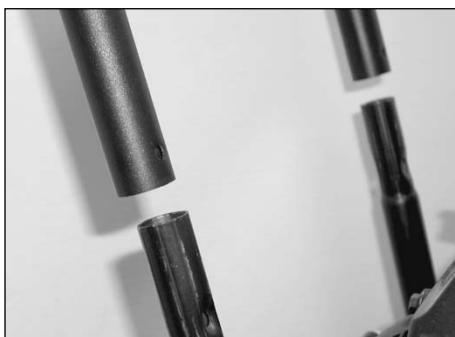

Figure 1 – Assemblez la poignée
1. Glissez la poignée sur les pieds inférieurs de la base du chariot. Utiliser les boulons and écrous fournis pour fixer le manche aux pattes. Voir la Figure 1.